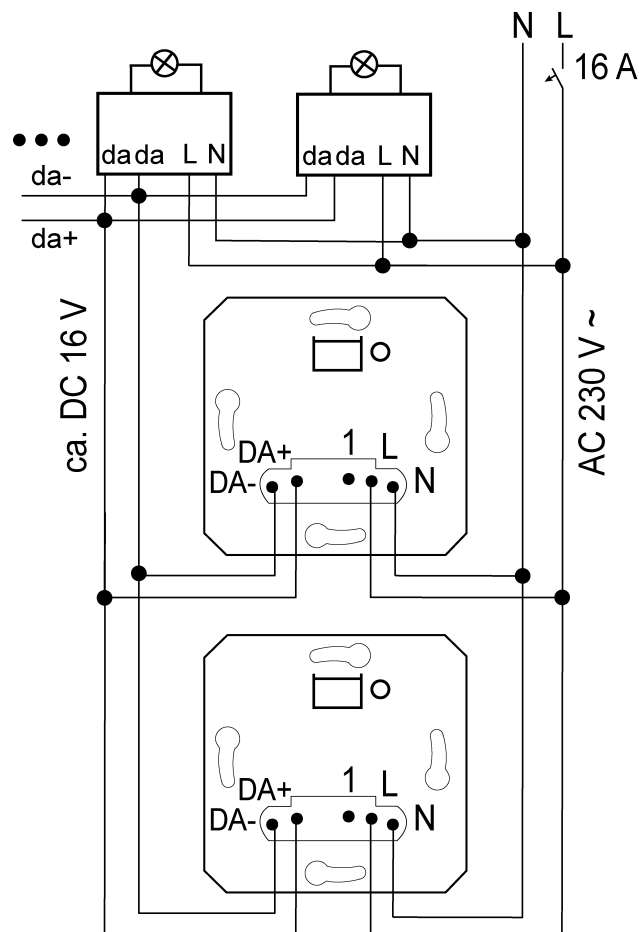

Bild 3: Parallelschalten von DALI-Einsätzen
- Beim Parallelschalten mehrerer DALI-Einsätze auf korrekte Polung achten (Bild 3).